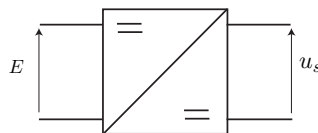

FIGURE 11.1 – Symbole d'un convertisseur continu-continu
- Le montage de base pour l'utilisation du transistor bipolaire en régime de commutation est le suivant (figure 11.1). Réaliser ce montage avec : $V_e(t)$ est une tension carré d'amplitude $6 V_{pp}$ et de fréquence 10 kHz ; $R_b = 10\text{ k}\Omega$; $E_c = 5\text{ V}$ et $R_c = 1\text{ k}\Omega$.